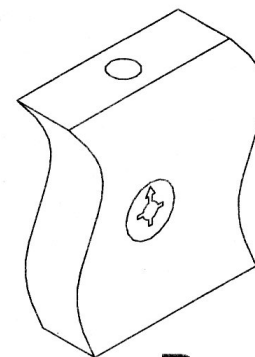

Рис. 1
Взять стенку заднюю выдвижного ящика 10 и забить в соответствующие отверстия шканты (1). Соединить боковины ящика 8 и 9 с задней стенкой 10. Фиксацию производить при помощи евровинтов (2). Далее положить каркас ящика на заднюю стенку 10 и забить шканты (1) в соответствующие торцевые отверстия на боковинах ящика, 8 и 9 и вставить стяжки растекс (3) (см.рис.1). После этого вставить дно ящика 15 в пазы на каркасе ящика, таким образом, чтобы дно ящика 15 вошло в паз на стенке задней ящика 10. Далее закрутить в переднюю панель ящика 11,12 в муфты